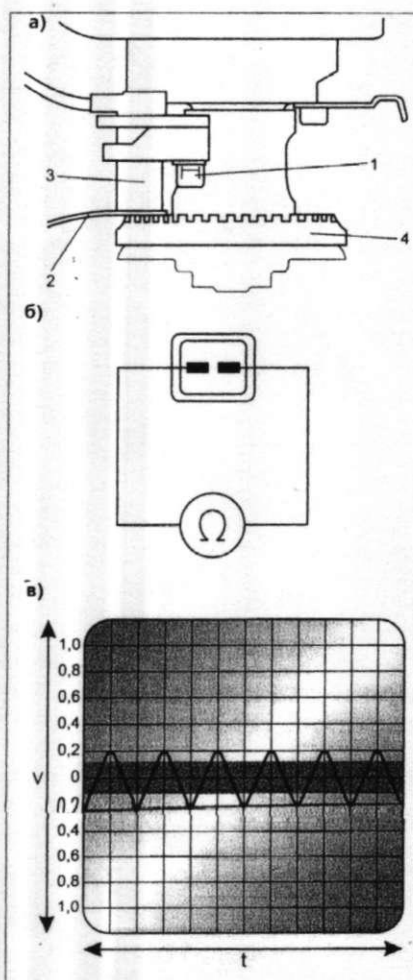

Рис. 5. Проверка датчиков скорости системы ABS
- датчики системы ABS (см. рис. 5а-3) не должны иметь механических повреждений;
- ротор колесного датчика (см. рис. 5а-4) должен быть чистым и без механических повреждений.
1. Снимают колесо и проверяют правильность установки датчика на ступице (см. рис. 5а). В передних ступицах величина зазора между ротором и датчиком WSS не регулируется.
2. При выключенном зажигании отсоединяют разъем ECU ABS и измеряют сопротивление датчиков на контактах разъема ECU ABS (см. табл. 2). Чтобы исключить неисправность соединений, повторно измеряют сопротивление датчиков WSS непосредственно на контактах их разъемов (см. рис. 5б).